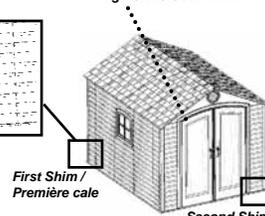

Fig. 2
- 21a In some cases, the shed doors may not completely line up at the tops (fig. 1). When this happens, identify which side is higher and use a shim (BD) to slightly raise the back corner of the high side until doors line up (fig. 2). If doors need further adjustment, insert another shim under the front corner opposite of the first shim. If the doors still need further adjustment, stack additional shims (one at a time) alternating between the back and front shims.
Dans certains cas, les portes du hangar peuvent ne pas être parfaitement alignées aux parties supérieures (figure 1). Lorsque cela se produit, identifiez le côté le plus haut et avec une cale d'épaisseur (BD), soulevez légèrement l'angle arrière du côté le plus haut pour obtenir l'alignement des portes (figure 2). Si un ajustement est encore nécessaire, introduisez une autre cale sous l'angle avant opposé à la première cale. Si un autre ajustement est requis, mettez plusieurs cales au-dessus l'une de l'autre (une à la fois) en alternant entre les cales avant et arrière.